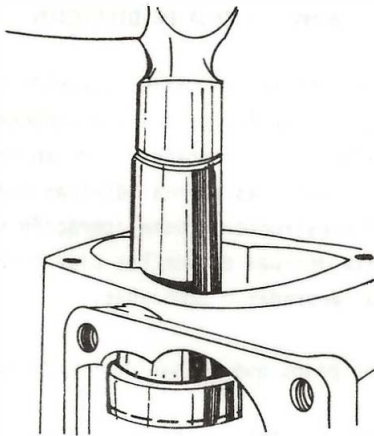

Fig. 11
- b. Coloque los bujes y retenes (sellos) del sector (fig. 11).